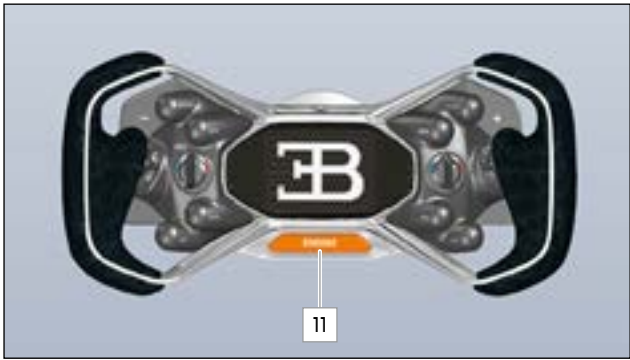

ABB. 71 TASTE ENGINE AM LENKRAD
- ▶ Drücken Sie kurz die Taste ENGINE **11** (» Abb.71). Treten Sie dabei jedoch nicht auf das Gaspedal.
Der Startvorgang kann durch Loslassen von Taste **11** (» Abb.71) abgebrochen werden.